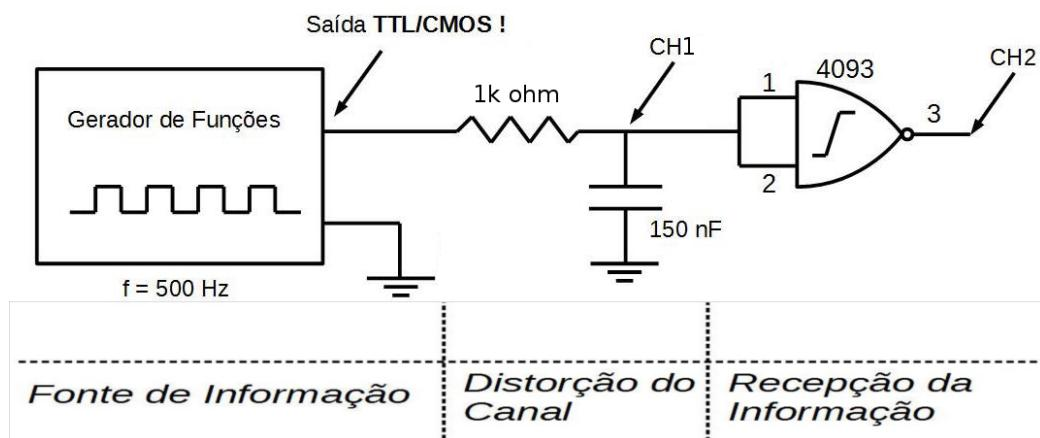

Figura 3: Esquema elétrico para exemplo de aplicação.
1. Montar o circuito da figura 3.
3. Com o auxílio de um osciloscópio, observe o sinal nos pontos entitulados “CH1” e “CH2” na figura 3, observando os detalhes da figura 4.